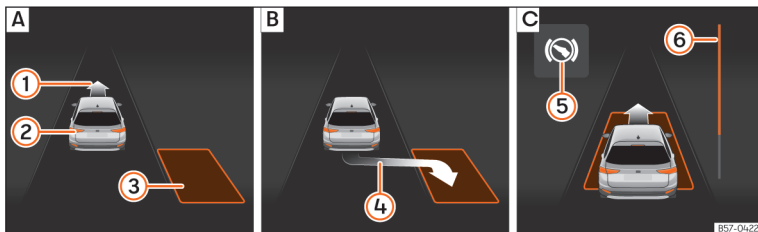
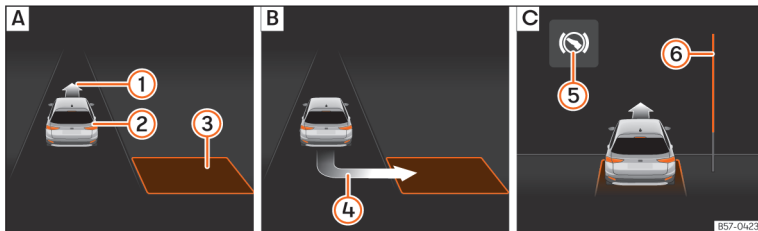

Abb. 141 Am Bildschirm des Kombi-Instruments: längs einparken. **A**: Parklücke suchen. **B**: Position zum Einparken. **C**: Rangieren.
Abb. 142 Am Bildschirm des Kombi-Instruments: quer einparken. **A**: Parklücke suchen. **B**: Position zum Einparken. **C**: Rangieren.
- Prüfen Sie anhand der Anzeige im Bildschirm des Kombi-Instruments, ob die Parklücke als „geeignet“ erkannt wurde und ob die korrekte Position zum Einparken » (Abb. 141) **B** oder
» (Abb. 142) **B** erreicht wurde. Die Parklücke wird als „geeignet“ betrachtet, wenn auf dem Bildschirm des Kombi-Instruments die Anzeige zum Einparken erscheint ④.
- Fahren Sie rückwärts, bis das Dauertonsignal des ParkPilot ertönt; **ODER:** fahren Sie zurück, bis auf dem Bildschirm des Kombi-Instruments die Anzeige für Vorwärtsfahren »» (Abb. 141) ① oder »» (Abb. 142) ② erscheint; **ODER:** fahren Sie zurück, bis am Bildschirm des Kombi-Instruments die Meldung **Park Assist beendet** erscheint. Die Fortschrittsanzeige ⑥ zeigt den zurückzulegenden Abstand an.
- Treten Sie auf das Bremspedal, bis die Lenkbewegungen des Parklenkassistenten beendet sind; **ODER:** bis das Symbol ⑤ am Bildschirm des Kombi-Instruments erlischt.
- Fahren Sie vorwärts, bis das Dauertonsignal des ParkPilot ertönt; **ODER:** fahren Sie vorwärts, bis am Bildschirm des Kombi-Instruments die Anzeige zur Rückwärtsfahrt erscheint. Der Parklenkassistent lenkt das Fahrzeug so lange beim Vorwärts- und Rückwärtsfahren, bis das Fahrzeug gerade in der Parklücke steht »» (Abb. 141) ③ bzw. »» (Abb. 142) ④.
Die Fortschrittsanzeigen »» (Abb. 141) ⑥ und »» (Abb. 142) ⑥ am Bildschirm des Kombi-Instruments zeigt symbolisch die noch zu fahrende relative Fahrstrecke an. Je länger die Distanz ist, desto größer ist der Füllstand des Fortschrittsbalkens. Bei Vorwärtsfahrt nimmt die Füllung des Fortschrittsbalkens nach oben ab und bei Rückwärtsfahrt nimmt die Füllung des Fortschrittsbalkens nach unten ab.